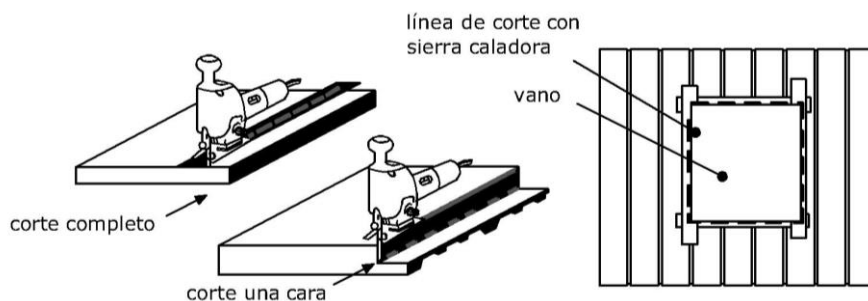

Fig. 27
- Verifique que el trazo sea correcto y proceda a cortar el panel con una sierra recíproca o caladora. Si va a hacer un corte de espesor completo asegure que la longitud del corte de la hoja de la sierra sea mayor al espesor del panel. Cuando se corte por una sola cara (requerido en traslapes o en instalaciones especiales) verifique que la hoja de la sierra penetre en el poliuretano hasta la profundidad deseada. Instale en sus herramientas las sierras especificadas para el corte de láminas metálicas. Recuerde no usar sierra de disco para hacer los cortes en los paneles debido a que la fricción quema y daña la pintura del panel. (Fig. 27)